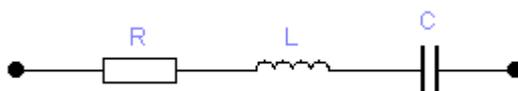

Рисунок 1 – RLC-цепь
4.1 Рассчитать цепь с последовательным соединением резистора (R), катушки индуктивности (L) и конденсатора (C). (рисунок 1)